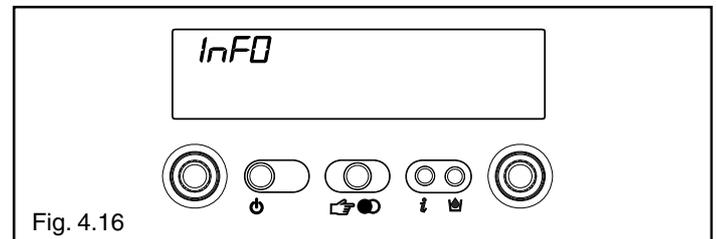

Fig. 4.16
Premendo il tasto  il display si spegne e appare solo la scritta InFO (fig. 4.16)
- 0 visualizza la scritta InFO (fig. 4.16)